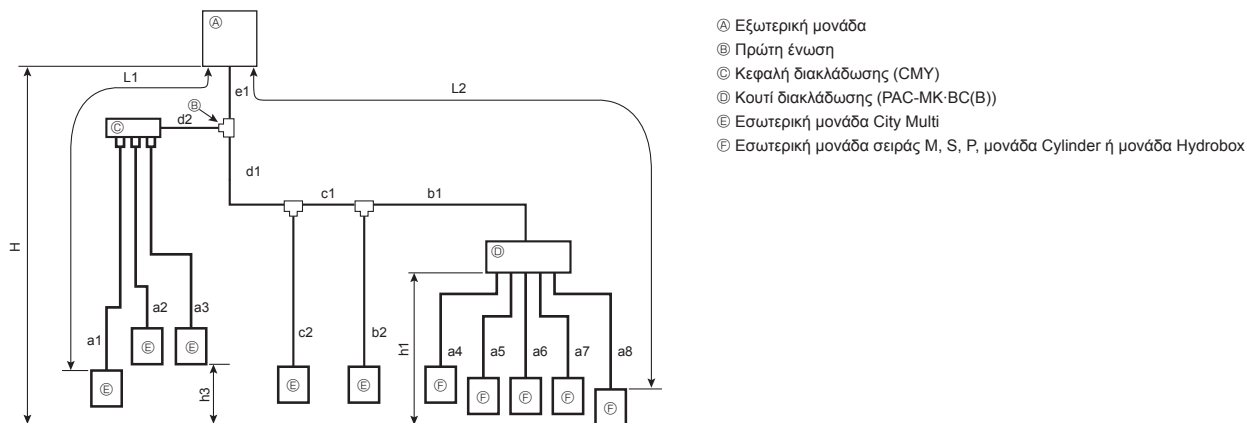

Fig. 4-6 (a)
4.1.3. Μεικτό σύστημα (εσωτερικές μονάδες City Multi και εσωτερικές μονάδες σειράς M, S, P (σύνδεση με κουτί διακλάδωσης)) (Fig. 4-6)